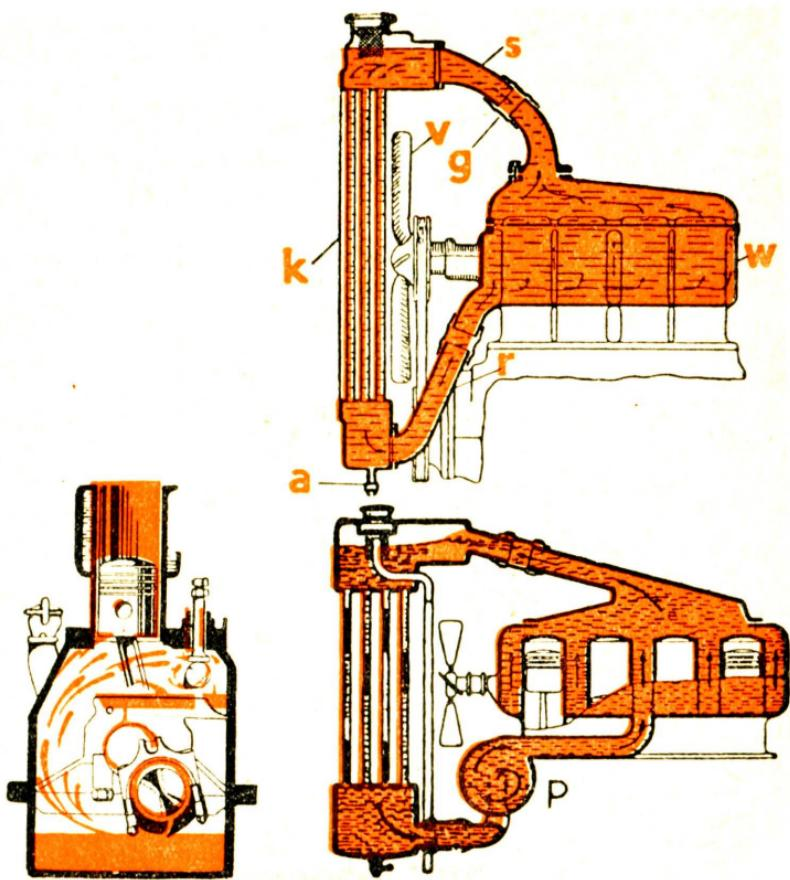

Рис. 13. Машини
2. **Змащування через розбрізг** (рис. 13). Стан олії в картер є такий, що під час обертоти валу колінчастого **хитуни занурюються** в неї і **розбрізгують** її по всьому моторі.